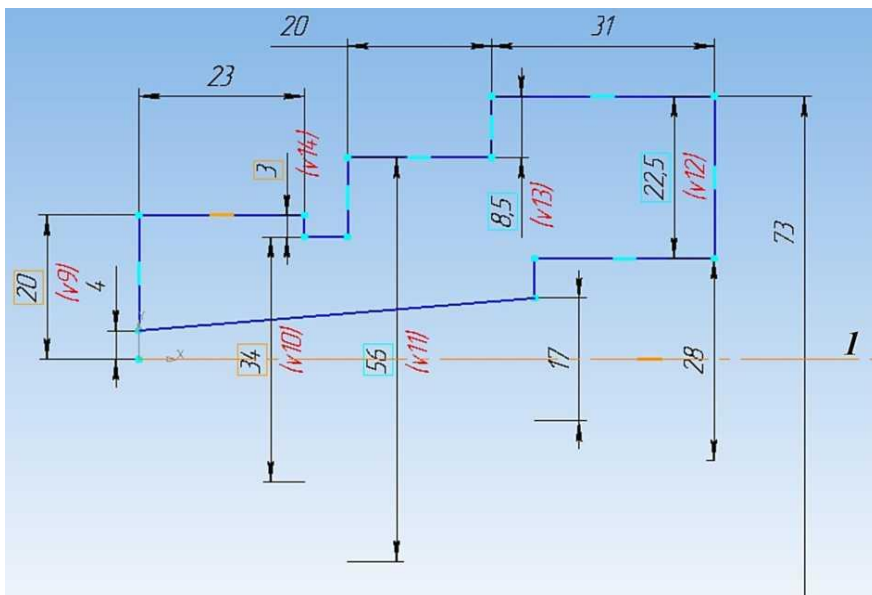

Рисунок 1
1. Нажимаем **Создать** (новый документ) → Деталь. Выбираем одну из плоскостей и нажимаем кнопку **Эскиз**. После чего вычерчиваем эскиз данной модели, рисунок 1. Ось симметрии *I* задается осевой линией. Для этого необходимо нажать на построенный отрезок и в появившемся окне свойств выбрать соответствующий тип. Также можно на **Панели свойств** построения отрезка заранее выбрать необходимый тип.